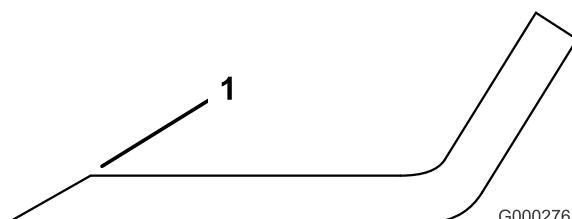

図 29
- 3. 全部のブレードの刃先を丁寧に点検する。刃先が鈍くなっていたり欠けていたりした場合には研磨する。研磨は刃先の上面だけを行い、刃の元々の角度を変えないように十分注意する図 29。ブレードの左右を均等に削れば、バランスを狂わすことなく研磨を行うことができる。